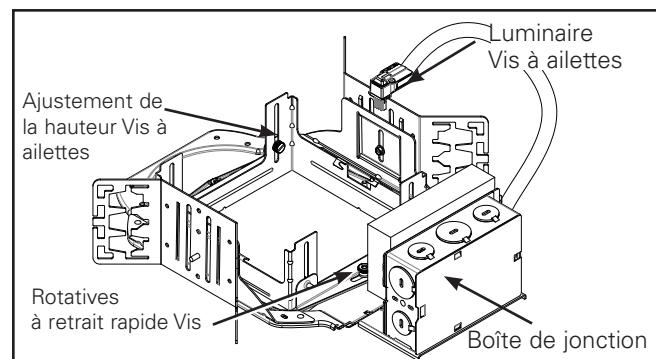
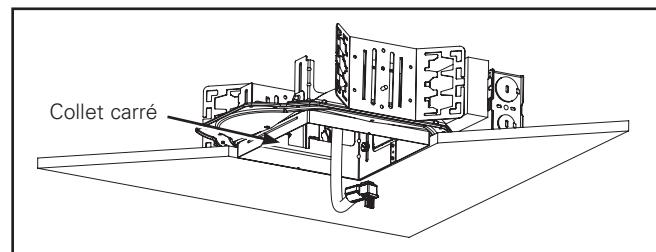

Figure 3.
Figure 4.
2. Ajustez les vis d'ajustement du support (Figure 3) pour que le collet carré soit aligné avec la ligne de plafond fini. (Figure 4) Le support de suspension est réversible pour permettre un ajustement complet de 12,7 cm (5 po.).
3. (Hauteur) : Le collet carré peut aussi être ajusté en desserrant les 3 vis à ailettes et en ajustant le collet pour qu'il soit aligné avec le plafond. Une fois la hauteur souhaitée atteinte, serrez les vis à ailettes (Figure 3).
4. (Rotation) : S'il est nécessaire d'effectuer une rotation des vis à collet carré, desserrez les deux vis à oreilles. Tournez les vis à collet carré jusqu'à la position désirée. Serrez les vis à oreilles au maximum (Figure 3).